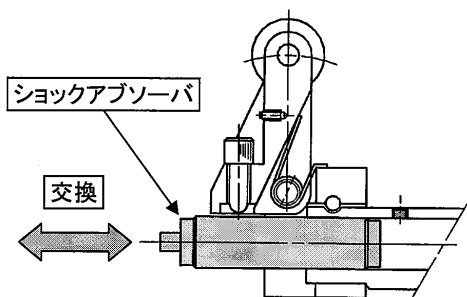

図12
- ②レバー部を倒した状態で、ショックアブソーバを外し、新品のショックアブソーバと交換します。再度ピストンロッド部の六角穴付止メネジ（M3×0.5）を締めます。（図12参照）